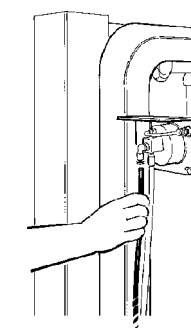

fig.43
- Collegare il tubino dell'aria al raccordo rapido, inserendolo nell'apposito foro (fig.43).
- Connect the small air hose to the quick connector, inserting it into the relevant hole (fig.43).
- Lier le tuyau de l'air au raccord rapide, en l'insérant dans le trou spécial (fig.43).
- Das Luftschläuchlein durch Einführen in die entsprechende Öffnung mit dem Schnellanschlußstück verbinden (Abb. 43).